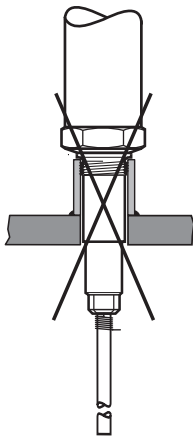
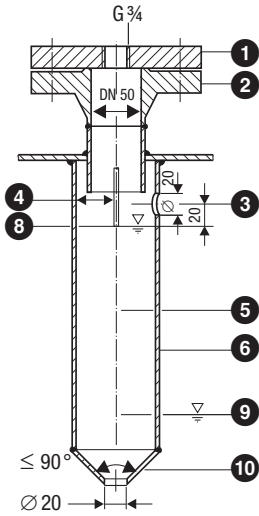
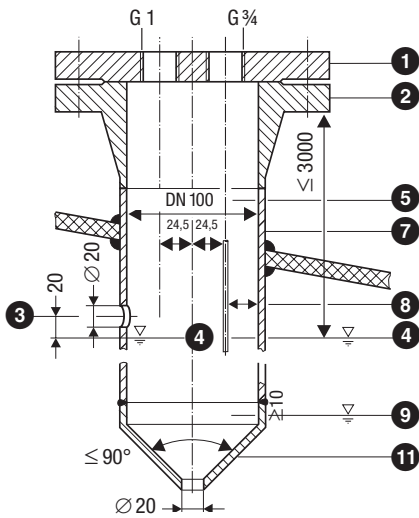
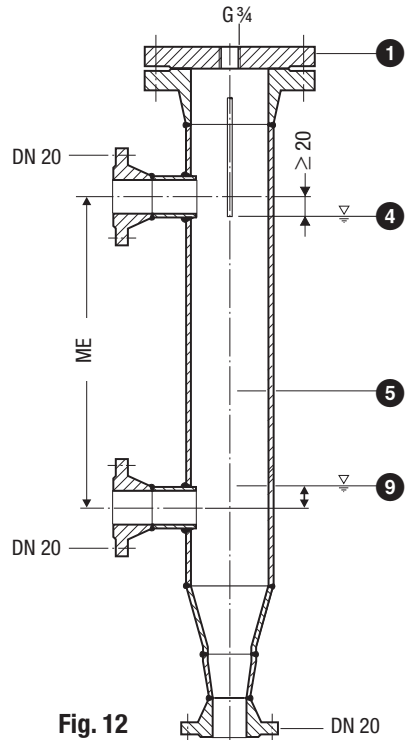

Fig. 6
Fig. 10
Fig. 11
Fig. 12
1. Dichtflächen prüfen. **Fig. 6**
- Nicht in Gewindemuffe montieren! **Fig. 6**
- Die Mindestabstandsmaße müssen beim Einbau der Niveauelektrode beachtet werden! **Fig. 6, Fig. 10, Fig. 11, Fig. 12**